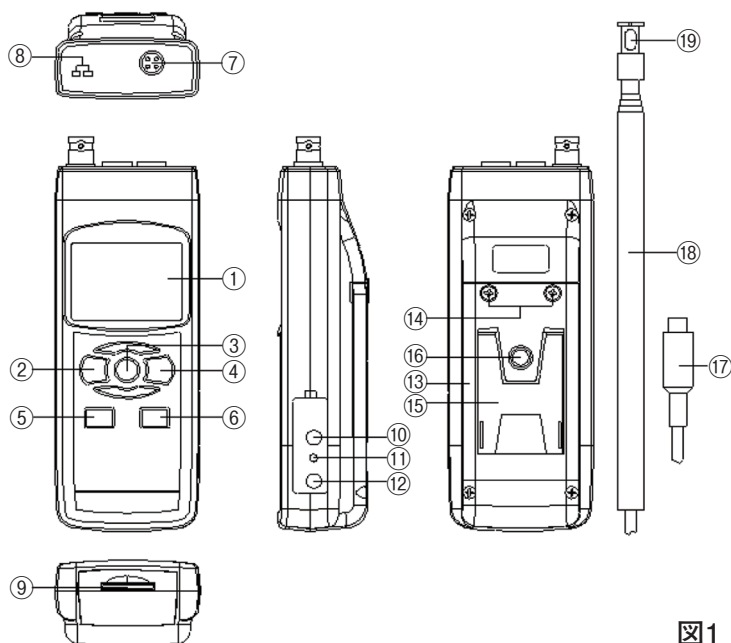

図1
まず初めに、データロガー等の機能を有効にするために、現在時刻等の設定等を行う必要があります。POWER(電源)ボタン(②、図1)を押して、本器の電源を入れます。また、このボタンを2秒以上長押しすると電源が切れます。
電源を入れた状態でSETボタン(⑤、図1)を2秒以上長押しすると「SET dAtE」と表示部(①、図1)に表示され、「初期設定」モードに入ります。そしてNEXTボタン(③、図1)を一回ずつ押す毎に下記の8つの設定画面に切り替わります。
備考: 「初期設定」機能を実行中にESCボタン(②、図1)を押すと、「初期設定」機能が終了し、通常測定画面に戻ります。
(1) ENTERボタン(④、図1)を1回押します。▲ボタン(⑥、図1)または▼ボタン(⑤、図1)を押して、値を調整してください。希望する値を設定し、再度ENTERボタン(④、図1)を一度押すごとに、次の値の調整に移ります。最初に年(yyyy)の値を設定し、次に月(mm)の値を設定し、さらに日(dd)、時間(h)、分(m)、秒(s)へと移行します。
(2) 最後に、ENTERボタン(④、図1)を一回押します。
- (1) ▲ボタン(⑥、図1)または▼ボタン(⑤、図1)を使用して上段に表示されるテキストを「bASIC」または「Euro」に設定します。
- (2) 最後に、ENTERボタン(④、図1)を押します。
- (1) ▲ボタン(⑥、図1)または▼ボタン(⑤、図1)を使用して上段に表示されるテキストを「yES」または「no」に設定します。
(2)最後に、ENTERボタン(④、図1)を押します。
(1)▲ボタン(⑥、図1)または▼ボタン(⑤、図1)を使用して表示部(①、図1)左下に表示される値を「K」または「J」に設定してください。
(1)▲ボタン⑤(図1)または▼ボタン⑥(図1)を使用して、画面上段に表示されるテキストを「C」または「F」に合わせます。
(1)▲ボタン(⑥、図1)または▼ボタン(⑤、図1)を使用して下記のいずれかの値に設定します。
(2)最後に、ENTERボタン(④、図1)を一度押します。
- (1) ▲ボタン(⑥、図1)または▼ボタン(⑤、図1)を押して、上段に表示されるテキストを「yES」または「no」に設定してください。
- (2) 上の値を「yES」に設定し、ENTERボタン(④、図1)をもう一度押すと、画面には「yES Ent」というテキストが表示されるので、本当にSDカードのフォーマットを実行する場合はもう一度ENTERボタン(④、図1)を押し、確定してください。SDカードのフォーマットが行われ、SDカードに保存されている既存のデータが消去されます。
上の値を「no」に設定し、ENTERボタン(④、図1)を押した場合、SDカードはフォーマットされません。
- (1) POWER(電源)ボタン(②、図1)を押して本器の電源を入れます。
- (2) 本器は、以下の2つの測定モードを選択することができます。
FUNC.ボタン(③、図1)を長押しすると、以下の測定モードに順番に切り替えができます。
- (1)風速センサーを準備し風速センサープラグ(⑰、図1)を風速センサー入カソケット(⑦、図1)に差し込んで下さい。
- (2)POWER(電源)ボタン(②、図1)を一度押して本器の電源を投入して下さい。
- (3)本器測定モードを「An」風速測定モードに設定し約10秒待って下さい。モード設定方法は9ページの6-(2)を参照して下さい。
- (4)測定機能の選択